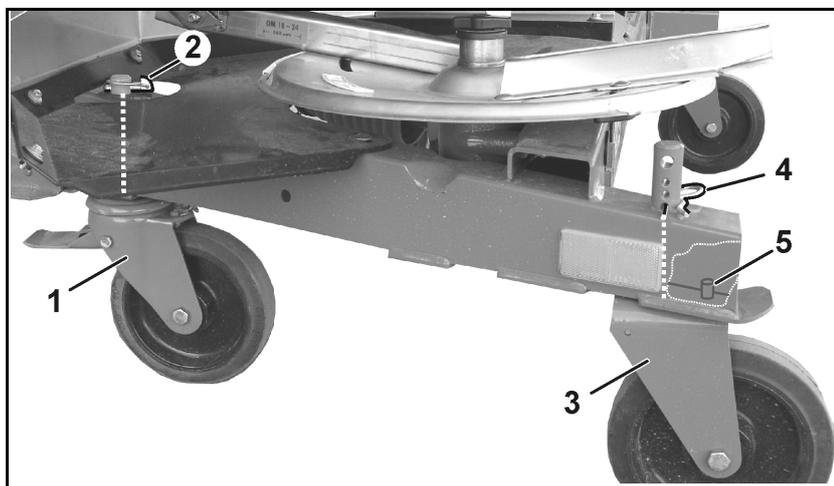

Fig. 40
5. Lenkbare Bremsrollen (Fig. 40/1) vorne
- o montieren und mit Klapstecker (Fig. 40/2) sichern, beziehungsweise
6. Starre Rollen (Fig. 40/3) hinten
- o montieren und mit Federstecker (Fig. 40/4) in der untersten der Absteckbohrungen sichern, beziehungsweise
Bei der Montage der starren Rollen darauf achten, dass der Bolzen (Fig. 40/5) durch die Bohrung des Rahmens fasst, und somit die Rollen in Längsrichtung hält.